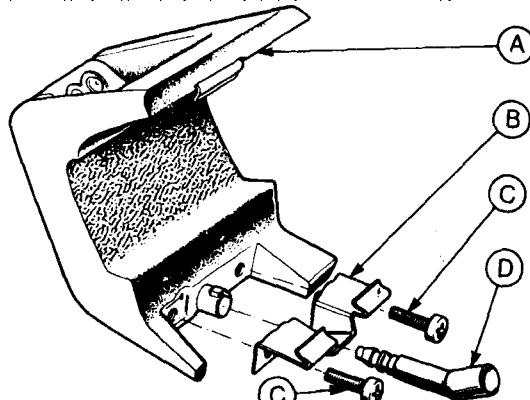

Рис. 10.51. Элементы омывателя блок-фары. А - Форсунка установленная на кронштейне бампера. В - Зажим. С - Винты. О - Подсоединение шланга.
- Определите точку подачи форсунки - см. рис. 10.51 и отметьте положение точки карандашом.